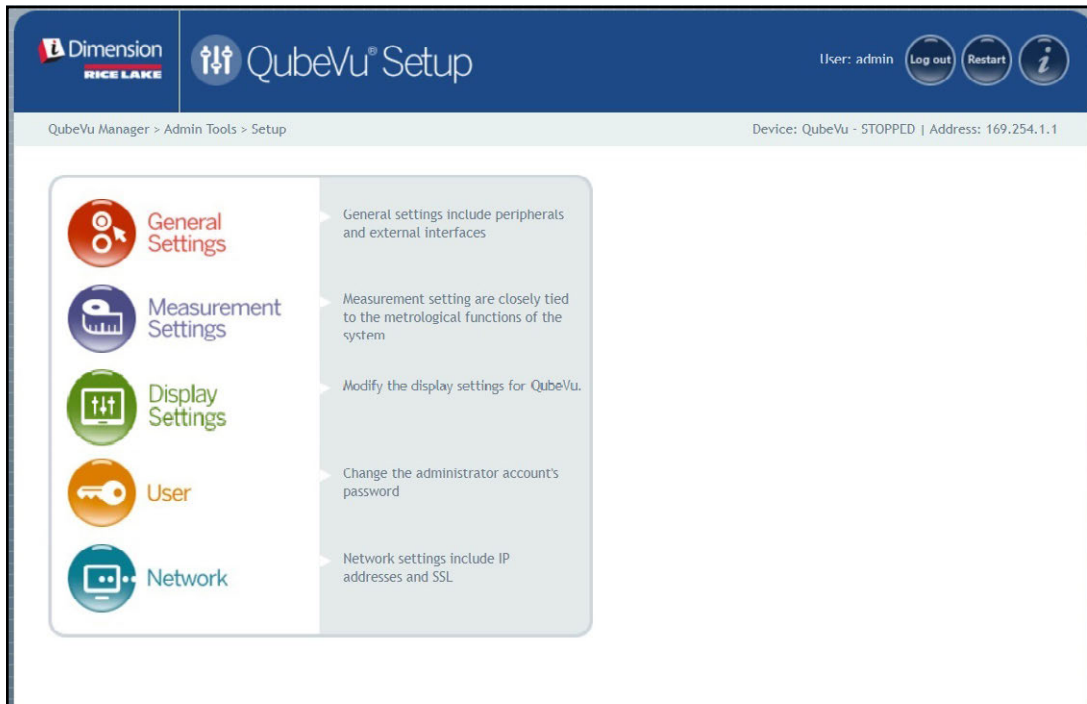

Abbildung 5-1. Menü „Setup“ (Einrichtung)
- Wählen Sie  **General Settings** im Menü **Setup (Einrichtung)** aus (Abbildung 5-1 auf Seite 21). Das Menü **General Settings (Allgemeine Einstellungen)** wird angezeigt.
- Wählen Sie  **Measurement Settings** im Menü **Setup (Einrichtung)** aus (Abbildung 5-1 auf Seite 21). Das Menü **Measurement Settings (Messeinstellungen)** wird angezeigt.